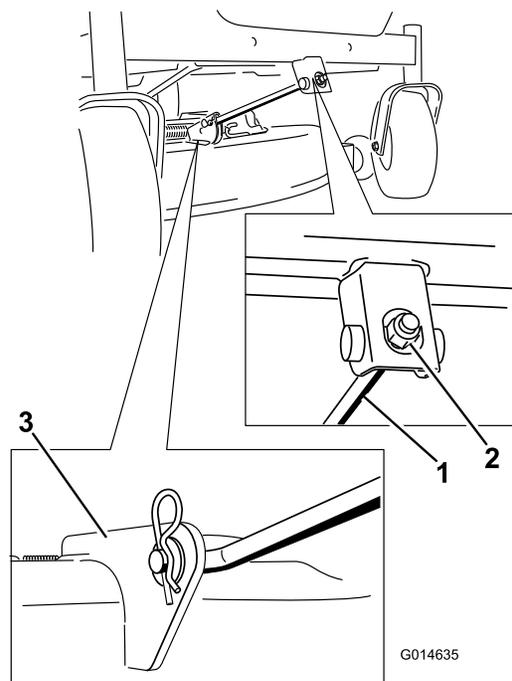

Figure 65
4. Retirez la goupille fendue de la tige de support avant et déposez la tige du support de plateau (Figure 65).
6. Fixez la tige de support avant au plateau de coupe à l'aide de l'axe de chape et de la goupille fendue (Figure 65).